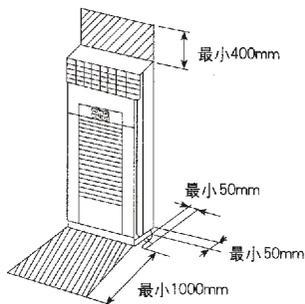

图1 操作空间
- (1) 室内机周围不应存有任何障碍物，否则会妨碍日后的维修工作及室内机空气流通，如图1所示。